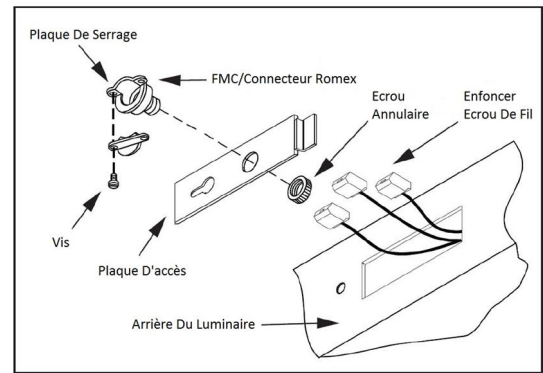

Figure 2
1. Si l'alimentation électrique est placée sur le côté gauche du luminaire (côté du réceptacle), passer à l'étape 2. Si l'alimentation électrique se trouve à l'arrière, se reporter à la Figure 2 et exécuter ce qui suit :
- a. Retirer la plaque d'accès se trouvant à l'arrière du boîtier du luminaire en dévissant la vis qui la retient (Figure 2).